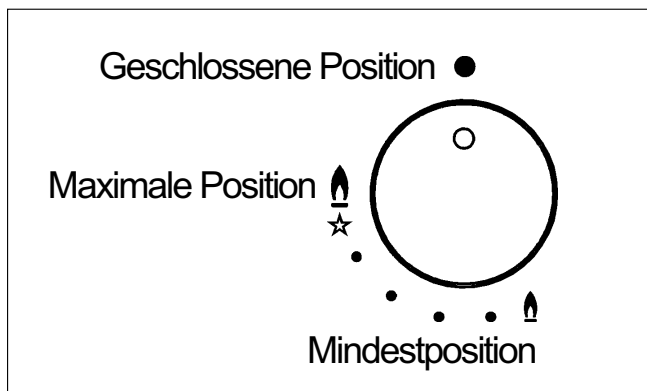

Abb. 1
Bei Brennern mit Sicherheits-Thermoelementen muss der Regler des zu benutzenden Brenners gegen den Uhrzeigersinn gedreht werden. Auf die "höchste Stufe" stellen (großes Flammensymbol, Abb. 1), bis man einen kleinen Anschlag spürt und dann den Regler drücken. Nach der Zündung den Regler noch ca. 10 Sekunden gedrückt halten.
- Wenn der Topfinhalt kocht, den Regler auf die "kleinste Stufe" (kleine Flamme, Abb. 1) stellen.
- das Zünden der Kochstellenbrenner mit Sicherheits-Thermoelementen erfolgt nur, wenn der Regler auf der "höchsten Stufe" steht (große Flamme, Abb. 1).